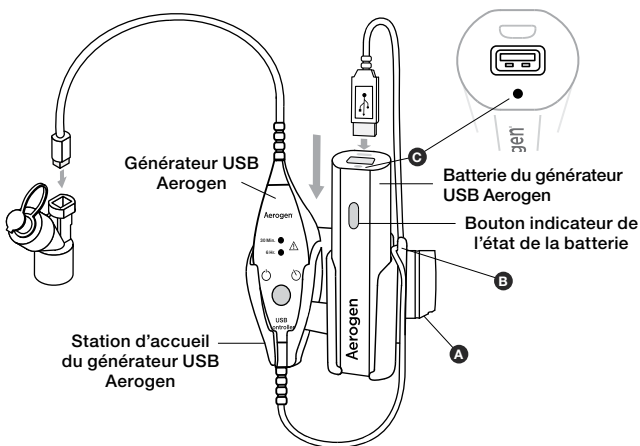

Figure 8. Ensemble batterie et station d'accueil du générateur USB Aerogen
2. Raccordez la station d'accueil du générateur USB Aerogen au support de montage universel (légende A sur la figure) comme l'illustre la Figure 8.
5. Faites glisser le générateur USB Aerogen de haut en bas dans la partie gauche de la station d'accueil du générateur USB Aerogen et la batterie du générateur USB Aerogen vers le bas de la partie droite de la station d'accueil du générateur USB Aerogen comme l'illustre la Figure 8. Vérifiez que le logo Aerogen sur la batterie du générateur USB Aerogen est orienté vers l'avant.
6. Insérez les câbles dans les supports situés sur le côté de la station d'accueil du générateur USB Aerogen pour les fixer comme l'illustre la Figure 8. Enroulez l'excédent de câble autour de la station d'accueil du générateur USB Aerogen (légende B sur la figure).
- Une lumière rouge clignotante ou fixe (légende C sur la Figure 8) sur la batterie du générateur USB Aerogen indique que la batterie est extrêmement faible et qu'elle a besoin d'être rechargée.